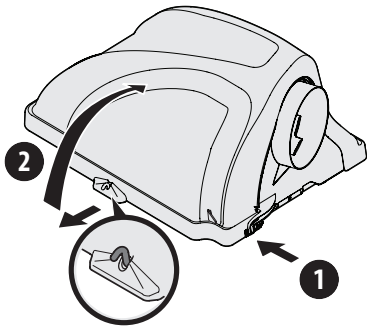

Figura 32
1. Abra la cubierta de la embolsadora oprimiendo las lengüetas laterales traseras con la mano (1) y elevando la cubierta con la otra mano en la parte central trasera de la cubierta de la embolsadora (2) como se indica en la Figura 32.